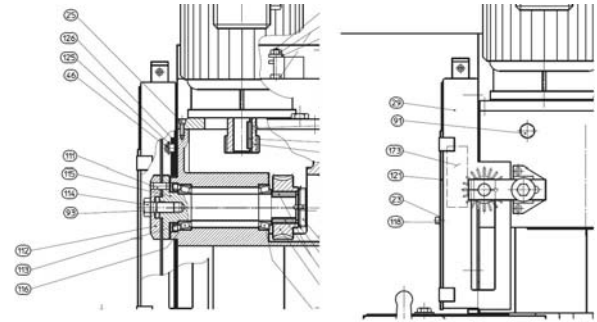

Abb. 10: Montage des Sägeblatts
- Schritt 4: Das Sägeblatt aufsetzen. Dabei auf die richtige Position der Verzahnung achten! Drehrichtung siehe Pfeil auf dem Sägeblatt-Schutz [Abb. 10].
Schritt 6: Den Flansch [112] montieren und die Schraube [114] locker anschrauben [Abb. 10]. Das Sägeblatt im Uhrzeigersinn gegen die Antriebsbolzen drehen und die Schraube [114] fest anziehen.